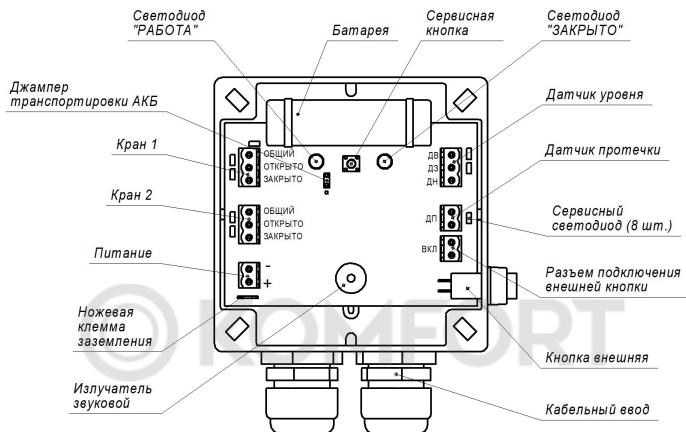

Рис. 1 — Общий вид изделия
*при снижении напряжения на батарее ниже критического значения, кран бака автоматически переходит в закрытое положение. Красный светодиод ЗАКРЫТО (рис.1) медленно мигает
Контроллер выполнен в пластиковом герметичном корпусе. Общий вид изделия показан на рис. 1.
- с помощью разъёмных колодок подключить датчик уровня (КРАСНЫЙ – ДВ; СИНИЙ – ДН; ЖЁЛТЫЙ – ДЗ), датчик протечки (без распиновки), электроуправляемые краны (КРАСНЫЙ – ОТКРЫТО; СИНИЙ – ЗАКРЫТО; ЖЁЛТЫЙ – ОБЩИЙ) и адаптер питания 5В 2А (плюс - черный с серой меткой; минус - чёрный) к контроллеру согласно рис.1;
- установить джампер транспортировки АКБ на 2 верхних контакта (рис.1);
Рядом с каждой колодкой для подключения датчиков и кранов на плате устройства расположены сервисные SMD светодиоды. Для включения индикации необходимо коротко нажать на сервисную кнопку (рис.1). Таблица индикации представлена ниже:
- нажать и удерживать сервисную кнопку в течение 3 секунд (рис.1);